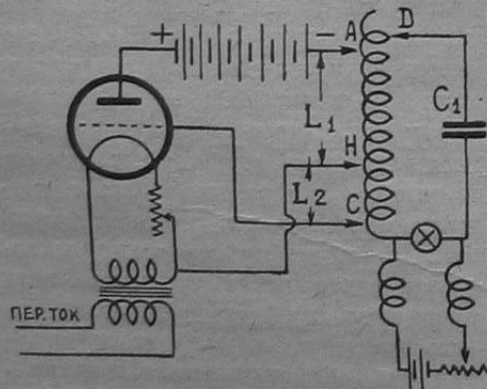

Рис. 5.
Соединив детали по схеме рис. 5, приступаем к наблюдениям. Первоначально пускаем в ход генератор, для чего накаливаем индикаторную лампочку, затем нить накала электронной лампы и включаем анодное напряжение.
1. Меняем места штепселя А—Н или С—Н (рис. 5); при этом переключении колебания в контуре прекращаются.
2. Меняем места штепселя А и С (рис. 5). Эта перестановка штепселей не прекращает колебаний в контуре, так как не нарушено условие наличия колебаний, выведенное в первом пункте.
3. Подбор наилучшего переменного напряжения на сетке. В цепь сетки на рис. 5 входит некоторая часть катушки кон-
денсатора C_1 (рис. 5) или б) изменением анодной связи. Последний способ более выгоден, поскольку при нем длина волны генерируемых в контуре колебаний не подвержена изменению.
Схема рис. 5 позволяет осуществить изменение анодной связи, или иначе — изменение числа витков катушки контура, входящих в цепь анода, перемещением штепселей А или Н. (Витки катушки контура, входящие в цепь анода лампы, обозначены на схеме через L_1 .)